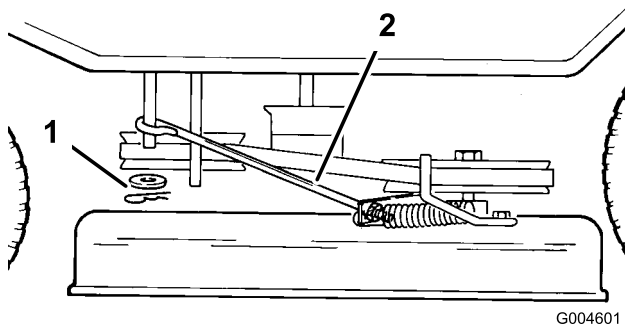

Bild 37
11. Entfernen Sie den Splint und die Scheibe vom Messersteuerarm links am Mähwerk (Bild 37).
17. Stecken Sie die Mähwerkstange in den Messerregelarm und befestigen Sie ihn mit einer Scheibe und einem Splint (Bild 37).